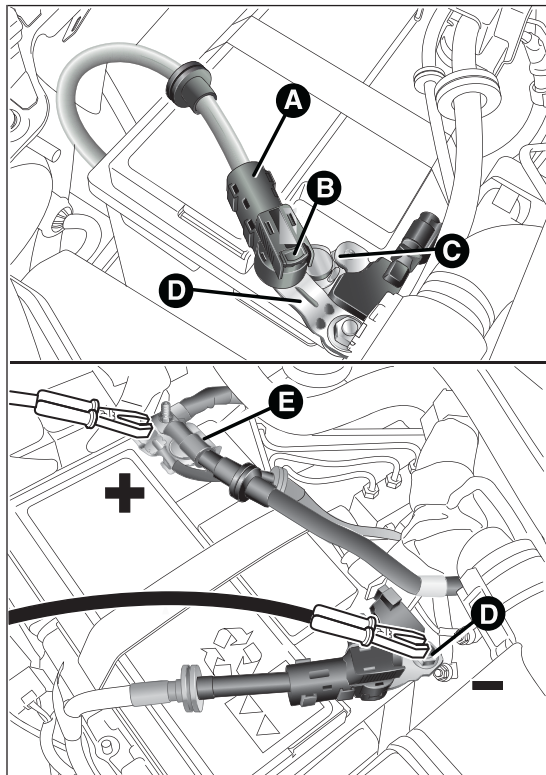

fig. 137
- ☐ desconectar el conector A fig. 137 (mediante la acción del botón B) del sensor C de control del estado de la batería instalado en el polo negativo D de la misma batería;
- ☐ después de desconectar el cargador, conectar el conector A fig. 137 al sensor C como en la figura.